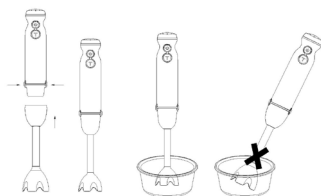

Рис. 1
- У насадки-блендера (1) и насадки для картофельного пюре (8) промывайте только нижнюю часть, внешнюю поверхность протрите слегка влажной тканью. Запрещается полностью погружать насадку-блендер (1) и насадку для картофельного пюре (8) в воду или любые другие жидкости.
- Моторный блок, крышку ёмкости (10), редуктор насадки-венчика (6) протрите мягкой, слегка влажной тканью, после чего вытрите насухо.
- Перед установкой насадки-блендера (1) убедитесь в том, что вилка шнура питания не вставлена в электрическую розетку.
- Вставьте насадку-блендер (1) в моторный блок до срабатывания фиксаторов (2), убедитесь в надёжной фиксации насадки (рис. 1).
- Погрузите насадку-блендер (1) в ёмкость с продуктами, которые вы хотите измельчить/перемешать.
**Время непрерывной работы с насадкой-блендером (1) не должно превышать 30 секунд. Между рабочими циклами делайте перерыв не менее 3 минут.**
- Насадку-блендер (1) используйте для приготовления соусов, майонеза, фруктовых пюре, детских смесей, смешивания разнообразных ингредиентов, для переработки фруктов и овощей, содержащих достаточное количество сока.
**ВНИМАНИЕ!** При переработке продуктов держите моторный блок с насадкой-блендером (1) вертикально (рис. 1).
- Для включения нажмите и удерживайте кнопку (4) «». Используйте этот режим работы для смешивания жидких продуктов.
- При нажатии и удержании кнопки (4) «» Вы можете регулировать скорость вращения насадки поворотом регулятора (5). Используйте этот режим работы для переработки жидких и твёрдых продуктов.
- Для работы в режиме максимальной скорости нажмите и удерживайте кнопку (3) «Т».
- Для выключения вращения насадки-блендера (1) отпустите кнопку (3 или 4).
- После завершения работы выньте вилку шнура питания из электрической розетки и снимите насадку-блендер (1), нажав на кнопки фиксатора (2) (рис. 1).